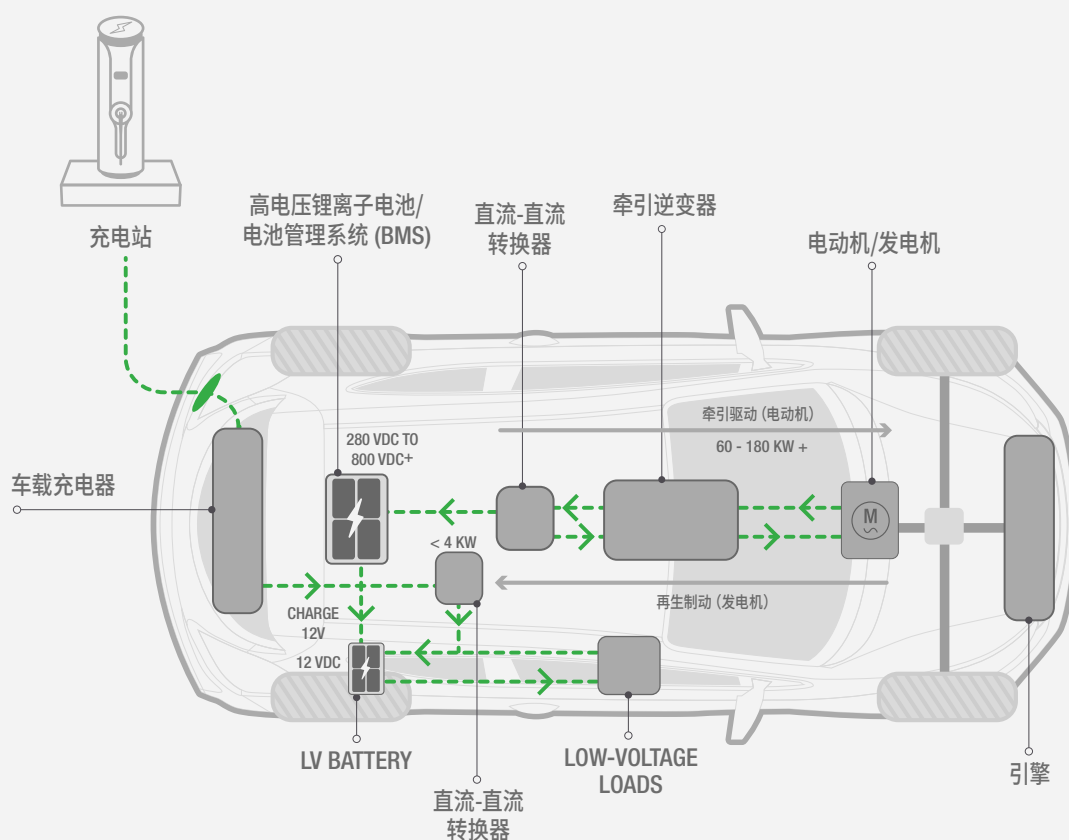

图 2. 强混动 / 全混动汽车的简化方框图
强混动（或并行混动）和纯电动（无引擎）汽车的电动动力传动系统都是由大容量电池提供的高电压 (HV) 总线来驱动的（图 2）。